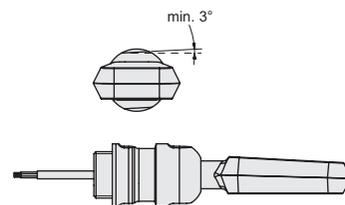
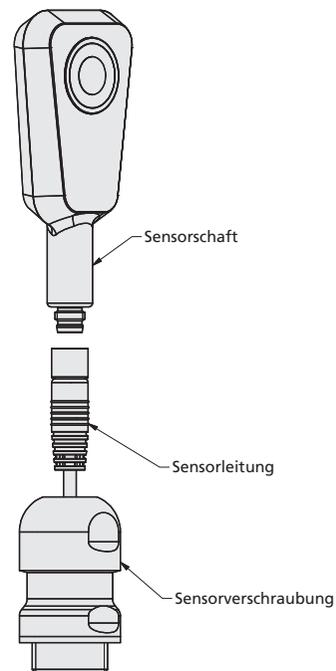
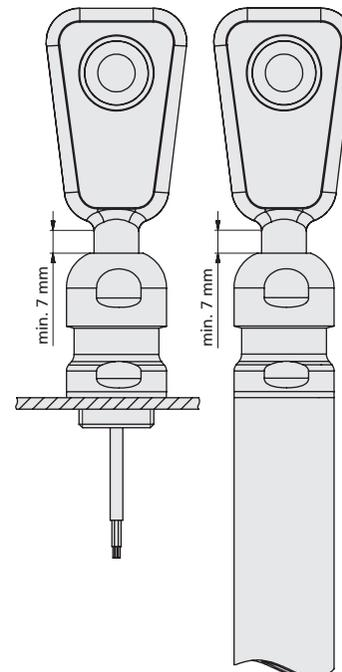

Bild 4: pms-Sensor mit Sensorverschraubung BF-pms/A1, alle Flächen mind. 3° geneigt
Bild 5: Montage pms-Sensor mit Sensorverschraubung BF-pms/A1
Bild 6: D12-Adapterschaft mit Sensorverschraubung BF-pms/A1 befestigt am Maschinenteil oder am Edelstahlrohr D26,8 mit Innengewinde M20x1,5
■ Wird der Sensor gereinigt, müssen alle ebenen Flächen des Sensor und der Montagehalterung mindestens 3° aus der Waagerechten geneigt sein, damit die Reinigungsflüssigkeit sicher abfließen kann (vgl. Bild 4 bis Bild 6). Es besteht die Gefahr, dass Kondensat bzw. Tropfwasser vom Sensor und der Montagehalterung in den Produktbereich herabtropfen kann.
■ Für eine hygiene-gerechte Montage den D12-Adapterschaft des pms-Sensors so montieren, dass er 7±1 mm aus der Sensorverschraubung BF-pms/A1 herauschaut (vgl. Bild 5 und Bild 6).